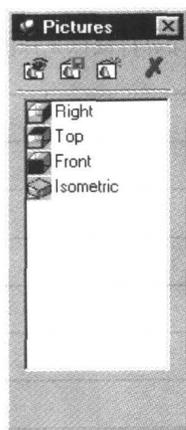

图1-14
- (2) 视图库 (Picture Library)。这个命令也可以从主菜单中的显示/视图 (Display/Pictures) 中执行，或者选择图标栏中视图图标，如图1-14所示。